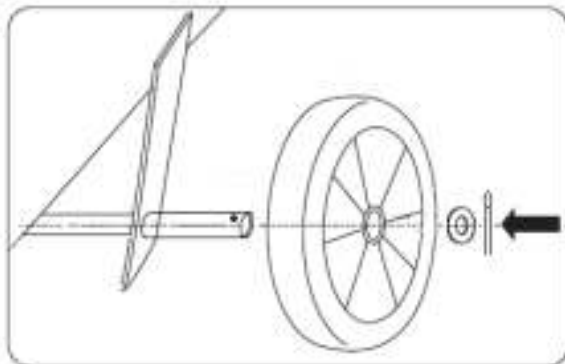

Рис. 2
3. Установите на компрессор транспортировочные колеса (Рис. 2).